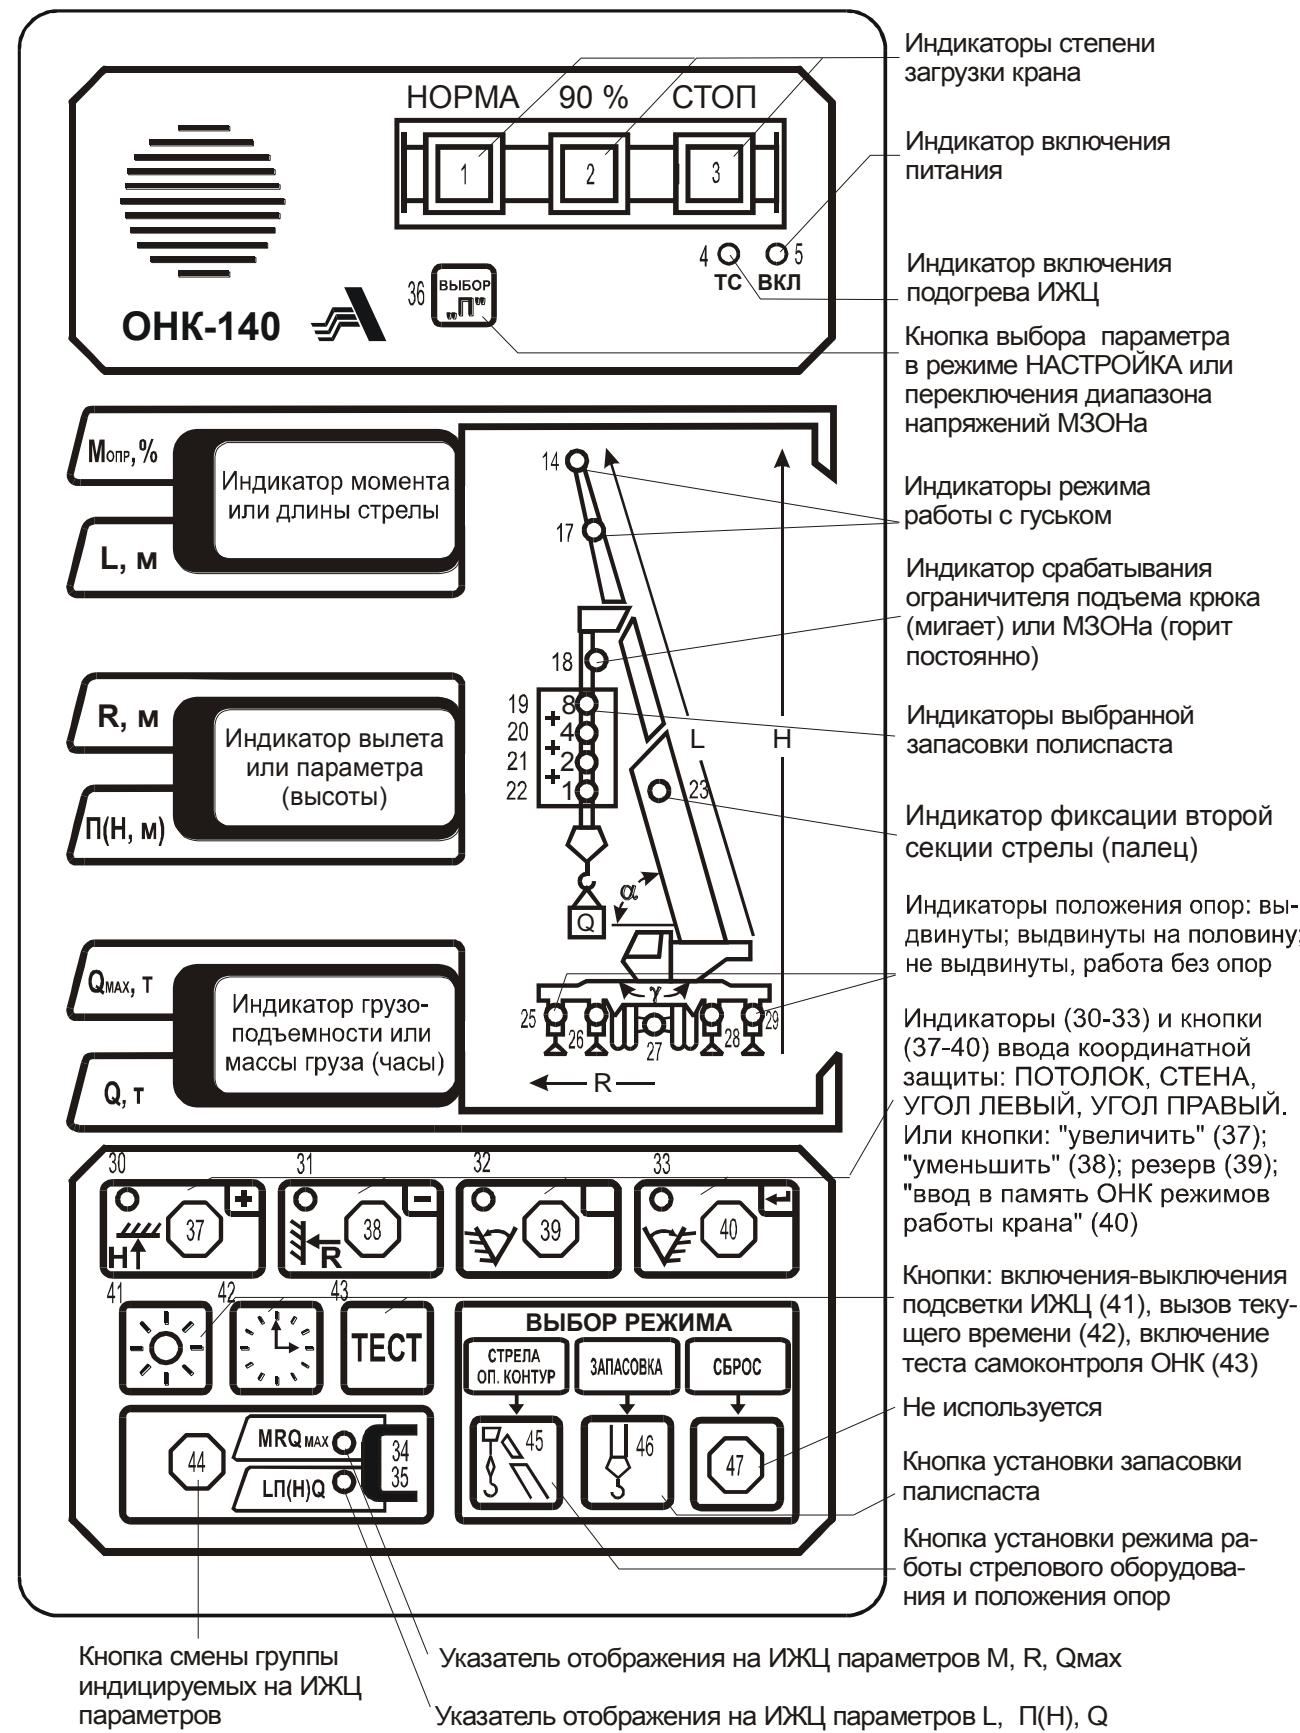

Рисунок 4
1.4.4 Управление работой изделия [ввод режимов работы крана и (или) параметров координатной защиты, индикация режимов работы и (или) рабочих параметров крана] осуществляется с лицевой панели БОДа (см. рисунок 4).